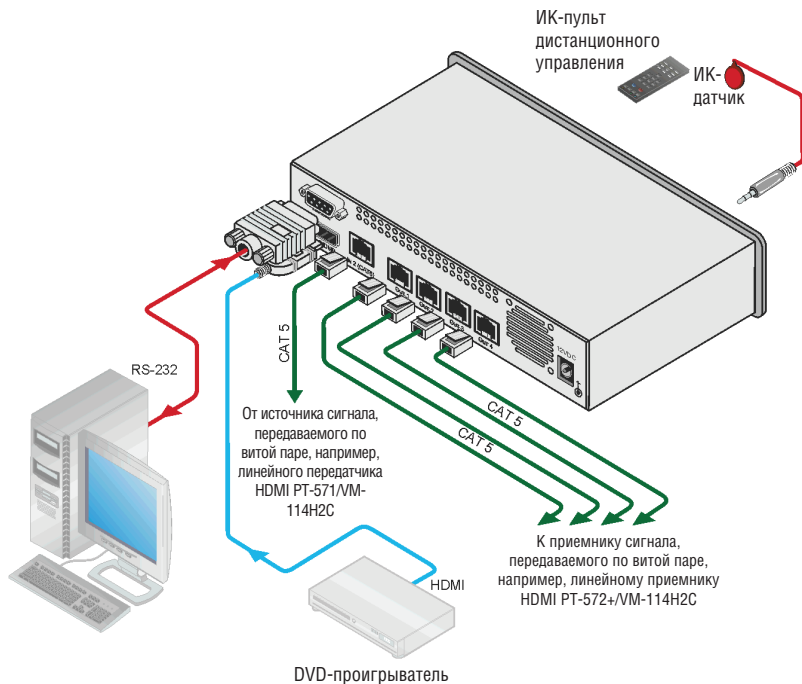

Рис. 3. Подсоединение VM-114H4C
**Для того чтобы подсоединить VM-114H4C в соответствии с примером, приведенном на рис. 3:**
Как показано на рис. 3, имеется возможность подключения PC (или другого контроллера с последовательным интерфейсом) напрямую к **VM-114H4C** для управления **VM-114H4C**.